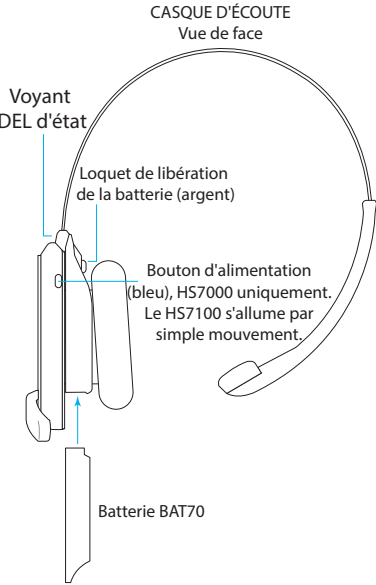

Fig. 3.2
- Installez une batterie BAT70 chargée dans le casque. Il s'allume si vous utilisez le HS7100 or appuyez sur le bouton d'alimentation pour l'allumer si vous utilisez le HS7000 (voir Fig. 3.2). Les DEL clignotent en vert et rouge.